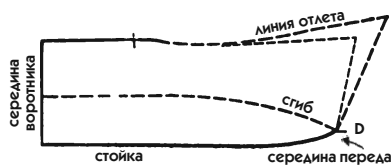

Рис. 410
- Разложите воротник на плоскости и уточните чертеж. На рис. 410 представлено 2 примера законченного воротника.
9. В качестве дополнительного указания примите во внимание, что линия сгиба воротника, проведенная пунктиром на рис. 410, расположена несколько ниже линии, делящей воротник пополам по длине. Это указание не нужно делать на лекале такого типа, так как сгиб сам образуется на этом месте, когда воротник ложится на фигуре.
2. Переснимите линию стойки и срединную линию воротника с рис. 410 и укажите засечки С и D.
Для его выполнения надо перевести лекало отдельно для стойки (см. рис. 412) и отдельно для отлета воротника (см. рис. 410). При этом воспользуйтесь цифрами на рис. 419.